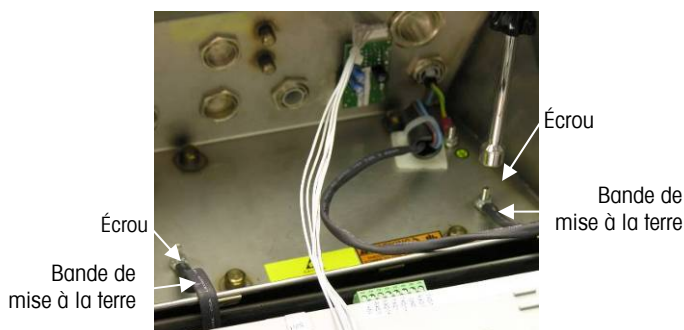

Figure 2-8 : Desserrage des bandes de mise à la terre
- b. Desserrez les deux écrous fixant les deux bandes de mise à la terre que vous enlevez (elles servent également de charnières au couvercle avant) à l'enceinte arrière. Voir la Figure 2-8.